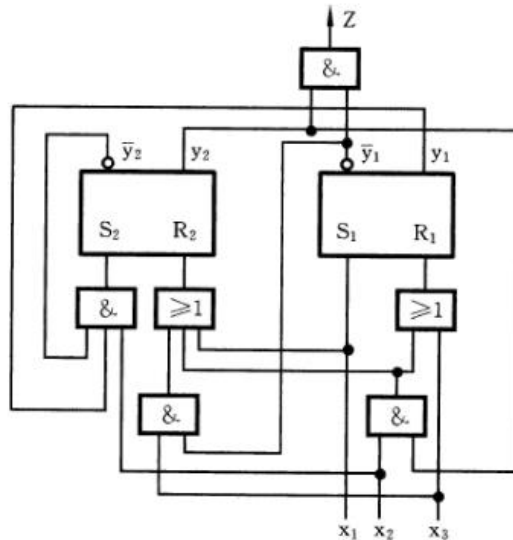

图 6.38 逻辑电路
- 请分别用结构化描述方式或行为描述方式实现习题6.3的电路（图6.38），输入（ x_1 、 x_2 、 x_3 ）为开发板上的S3、S2、S0按键，状态（ y_2 、 y_1 ）为开发板上最左边的2个LED灯，输出Z为开发板上最右边的LED灯。
6.3 分析图 6.38 所示脉冲异步时序逻辑电路。